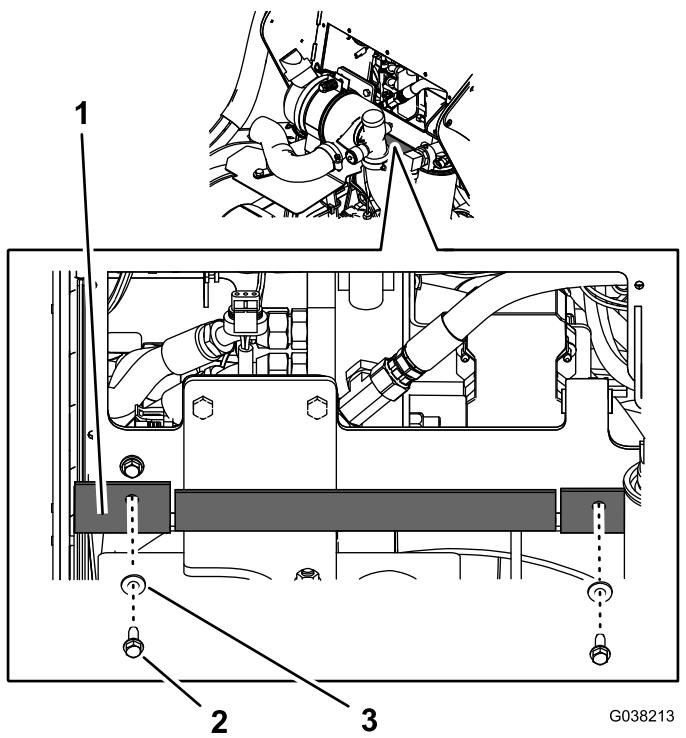

Figure 5
2. Retirez les 3 vis à embase ($\frac{1}{4}$ " x $\frac{3}{4}$ ") et les 3 rondelles ($\frac{1}{4}$ ") qui fixent l'avant du déflecteur en caoutchouc au bas du cadre du panneau de commande (Figure 5).